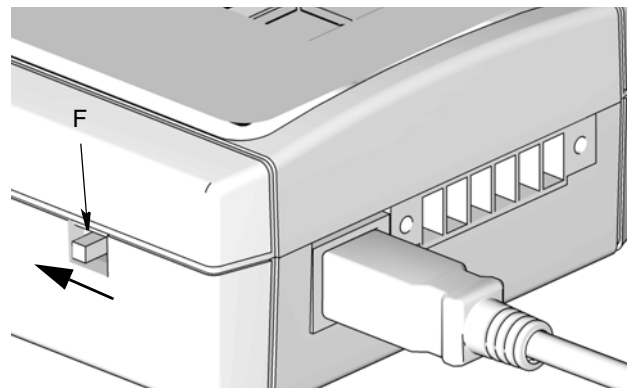

FIG. 6
3. Assurez-vous que le commutateur de sélection (F) est réglé sur la bonne position pour la connexion USB. Référez-vous à la FIG. 6 pour les réglages de l'interrupteur.